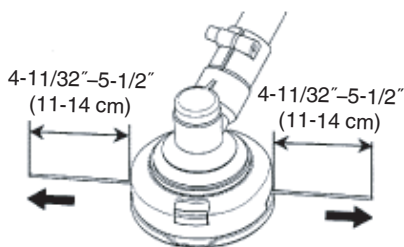

Fig. 31
(7) La longitud inicial de la línea de corte deberá ser de 4-11/32"-5-1/2" (11-14 cm) aproximadamente e igual a ambos lados. (Fig. 31)